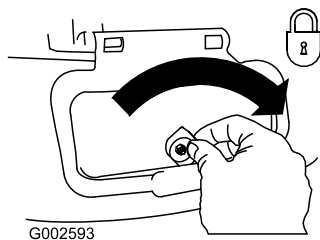

**Figura 28**
- Instale el conducto de descarga lateral y cierre la puerta sobre el conducto (Figura 28).